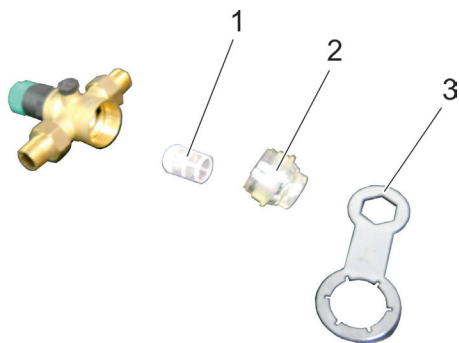

Рис. 17:
- С помощью ключа из комплекта поставки (рис. 17, поз. 3) открутите чашу (рис. 17, поз. 2).
- Извлеките сетку (рис. 17, поз. 1), очистите ее. Затем вставьте ее обратно; при слишком сильном загрязнении замените сетку.